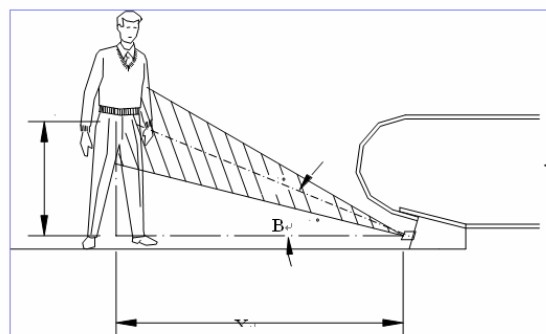

图 2
3.2.2 为使检测情况效果得到充分的发挥, 需要制造 30 度的上仰角。让光束以一个成人的腰身部位作为检测的标准, 假设一个成人身高 1.7 米, 这个感应光束可探测到成人腰身的位置 (1000cm), 见图 2。这个高度将儿童乘客也考虑在内, 低于 1000CM 的幼儿一般都会有家长陪同。